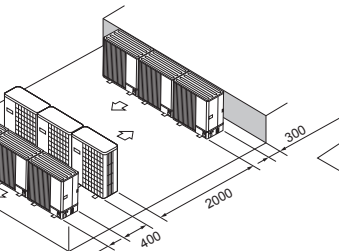

Fig. 2-17
- (6) Plassering av flere parallellenheter (Fig. 2-17)